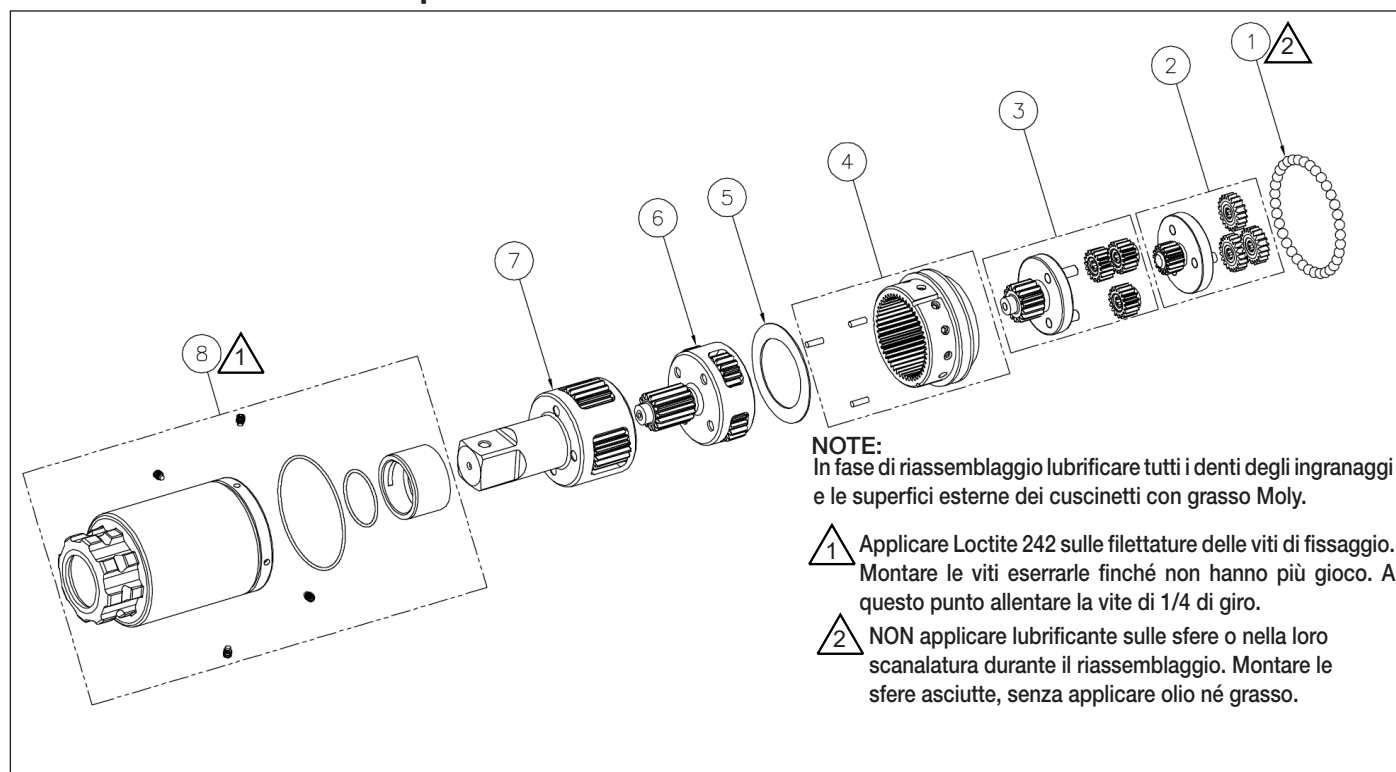

Figura 10: Motoriduttore TW1000SR
9.5.1 Tabella delle parti (Figura 10)